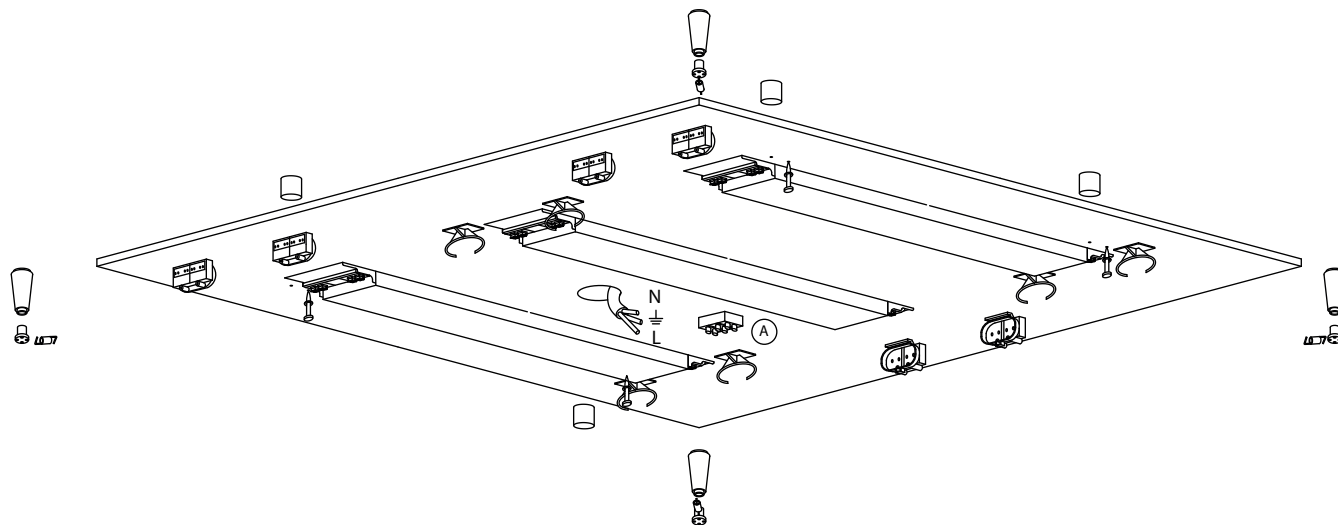
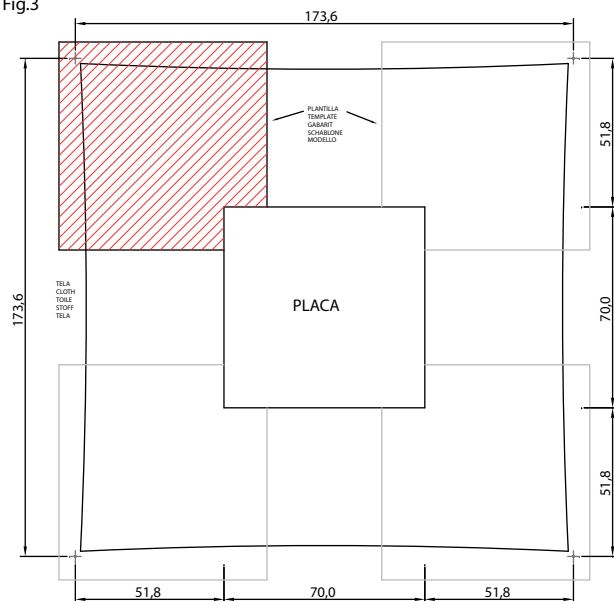

Fig.3
Fig.2
3. Colocar los conos C mediante tacos y tirafondos, como indica la fig 2 y RESPETANDO las medidas que indica la fig 3. NOTA: Utilizar la plantilla para el cálculo de las distancias de los conos, teniendo cuidado de hacer bien tope en el borde de la placa (fig 3). Estas medidas son MUY IMPORTANTES para que la tela quede correctamente colocada.